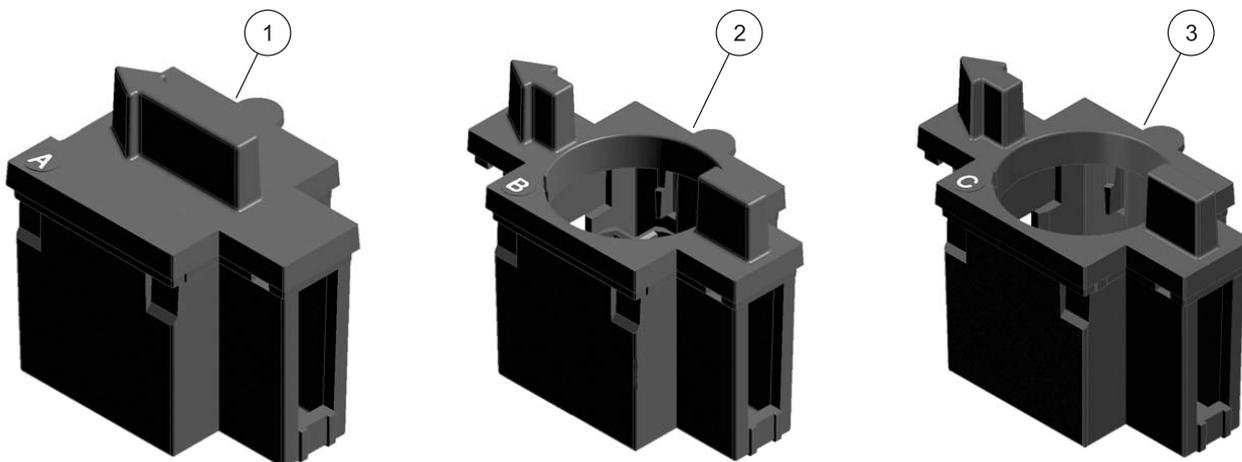

Figure 3 Adaptateurs pour cuves/cellules d'échantillon
3. Insérez l'adaptateur en dirigeant la flèche vers la gauche (Tableau 1) et en veillant à ce que l'onglet d'orientation vienne s'enclencher dans la fente d'ouverture du compartiment. Veillez à ce que l'impression du type de cuve/cellule d'échantillon soit lisible sur l'adaptateur (Figure 3).